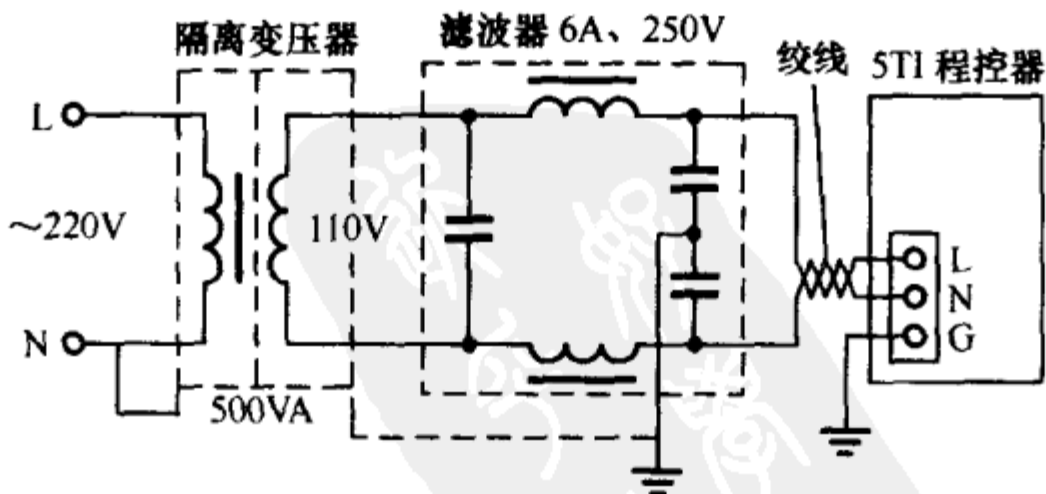

图 69 PLC 供电电源部分的接线
(1) PLC 的供电电源应取自电压较稳定的干线或由变电所母线引出的专用线上，以保证 PLC 的电压质量。若电压波动过大，应考虑加装稳压器或不间断电源(UPS)。
(2) 电源线最好用双绞线，其截面积不应小于 2mm^2 ，有些 PLC 要求不小于 4mm^2 。此外，CPU 和 I/O、负载等应尽可能采用单独电源供电。
(3) 当电源噪声过大时，应接入隔离变压器，阻止噪声干扰进入 PLC。
(4) 采用隔离变压器和低通滤波器时，电网电压先经隔离变压器、低通滤波器后再引入 PLC。变压器采用双屏蔽隔离技术，一次侧屏蔽层接中线，以隔离外部电源的干扰；二次侧屏蔽层与 PLC 系统控制柜共地，如图 69 所示。隔离变压器的二次线圈不能接地。